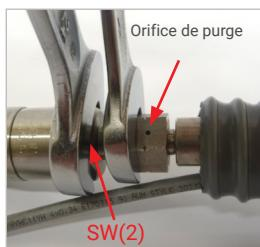

Figure 12
- S'il y a un orifice de purge au niveau de l'écrou-raccord du flexible (voir *Figure 12*), il ne faut pas le recouvrir. La pression doit pouvoir s'échapper sans entraves pendant le desserrage. Tenez l'orifice de purge éloigné de votre corps et visage. Gardez vos mains et vos doigts à distance de l'alésage.
- Desserrez le raccord du flexible de remplissage sur le raccord en « B2 » de l'insert d'about du break-away. Pour ce faire, exercez une contre-pression sur le méplat SW(2) de l'insert d'about (*Figure 12*).
- Prudence :** S'il y a un orifice de purge au niveau de l'écrou-raccord du flexible, il ne faut pas le recouvrir (voir *Figure 12*).